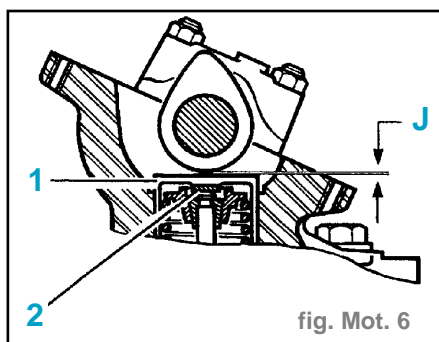

fig. Mot. 6
- Si les valeurs de jeux (J) sont incorrectes, déposer (fig. Mot. 6) :
- les poussoirs (1),
- les grains de réglage (2)